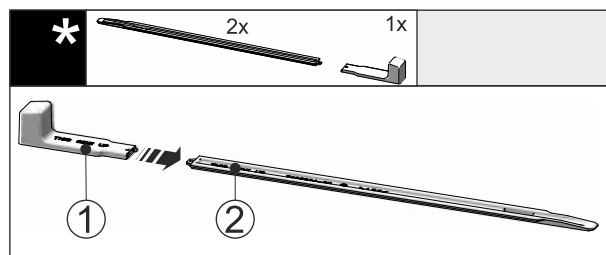

Fig. 50
- Montážní úchyt Fig. 50 (1) připevníte k nivelační liště Fig. 50 (2).